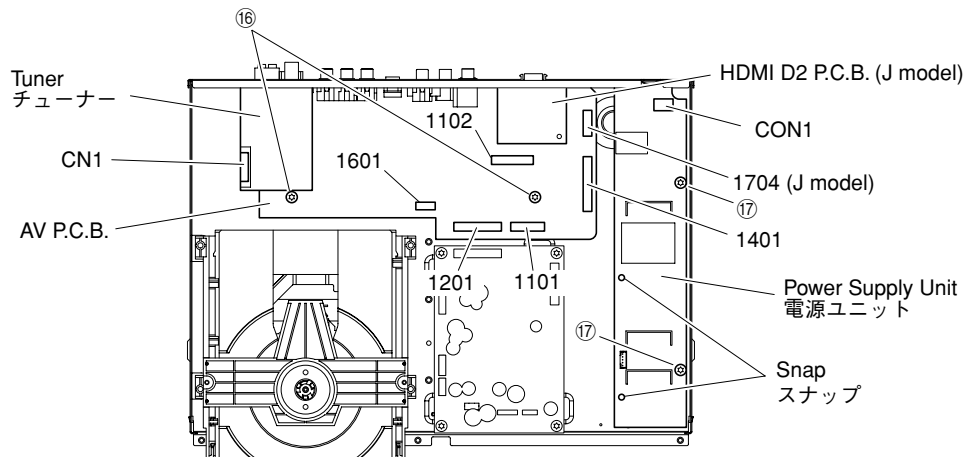

Fig. 6
- Remove the connector CN1. (Fig. 6)
- コネクタ-CN1を外します。(Fig. 6)
- Remove connectors 1101, 1102, 1201, 1401 and 1601. (Fig. 6)
- Remove 2 screws (16). (Fig. 6)
- コネクタ-1704を外します。(Fig. 6)
- コネクタ-1101、1102、1201、1401、1601を外します。(Fig. 6)
- 16のネジ2本を外します。(Fig. 6)
- Remove the connector CON1. (Fig. 6)
- Remove 2 screws (17). (Fig. 6)
- Release 2 snaps. (Fig. 6)
- コネクタ-CON1を外します。(Fig. 6)
- 17のネジ2本を外します。(Fig. 6)
- スナップ2箇所を外します。(Fig. 6)